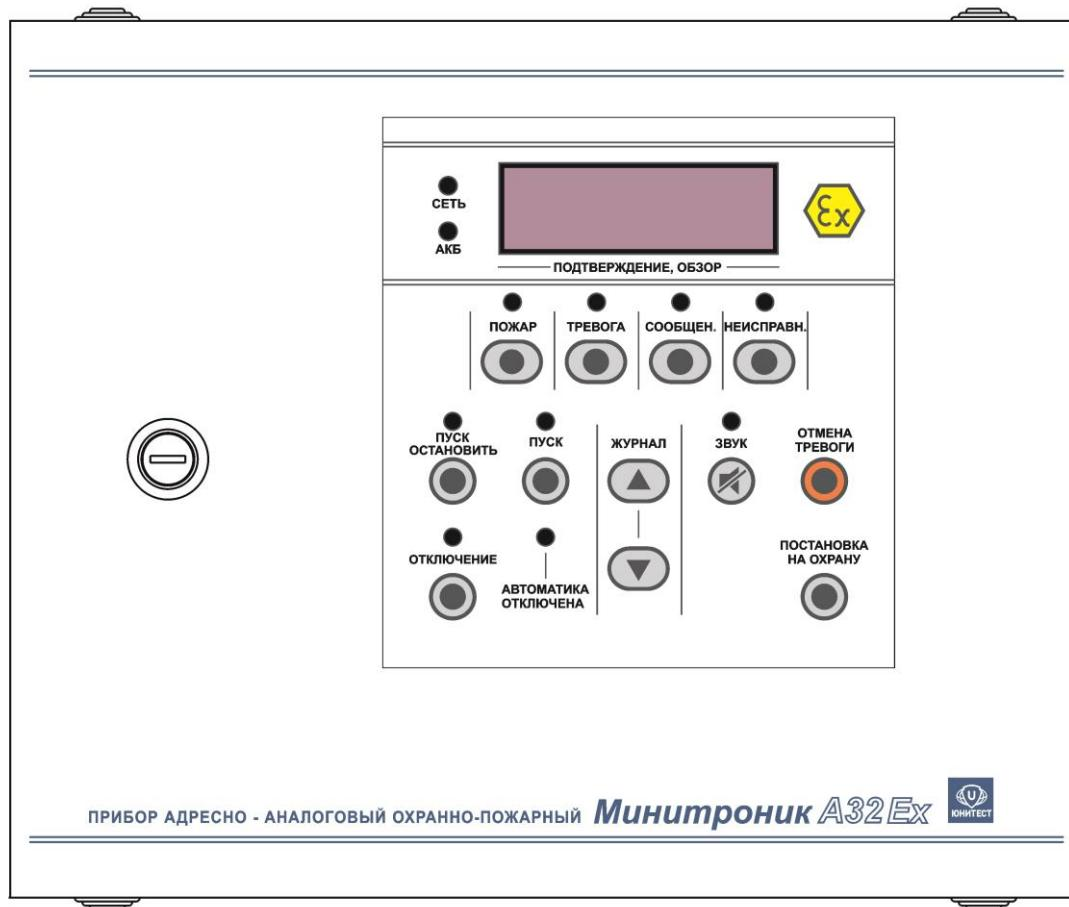

Рис.1. Органы управления и индикации АПКП «Минитроник A32.Ex».
1.13. Органы управления и индикации АПКП показаны на рис.1.